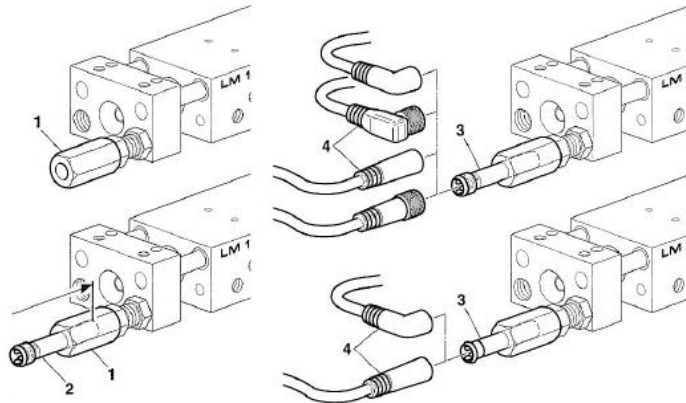

Fig. 14 Montage de l'initiateur 6.5 mm
1. Vissez le support de l'initiateur (Fig. 14, 1) sur la vis d'arrêt.
2. Insérez l'initiateur (Fig. 14, 2) dans le support jusqu'à la butée.
3. Serrez légèrement le support de l'initiateur (Fig. 14, 1).
4. Installez la fiche (Fig. 14, 4).